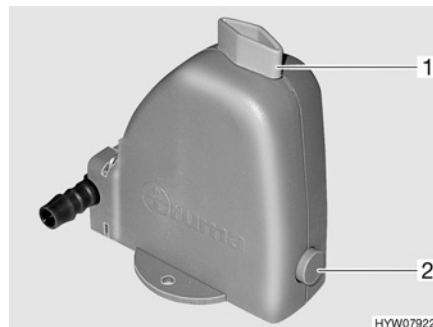

Bild 87 Sicherheits-/Ablassventil
Die Heizung ist mit einem Sicherheits-/Ablassventil (Bild 87) ausgestattet. Das Sicherheits-/Ablassventil verhindert, dass Wasser für die Warmwasser-Bereitung einfriert, wenn bei Frost die Heizung nicht eingeschaltet ist.
- Sicherheits-/Ablassventil schließen. Dazu den Drehknopf (Bild 87,1) quer zum Sicherheits-/Ablassventil drehen und den Druckknopf (Bild 87,2) hineindrücken.
- Sicherheits-/Ablassventil öffnen. Dazu den Drehknopf (Bild 87,1) längs zum Sicherheits-/Ablassventil drehen. Der Druckknopf (Bild 87,2) springt heraus. Der Brauchwasser-Behälter wird über das Sicherheits-/Ablassventil nach außen entleert.